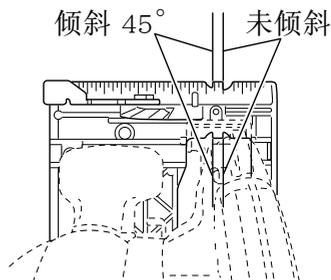
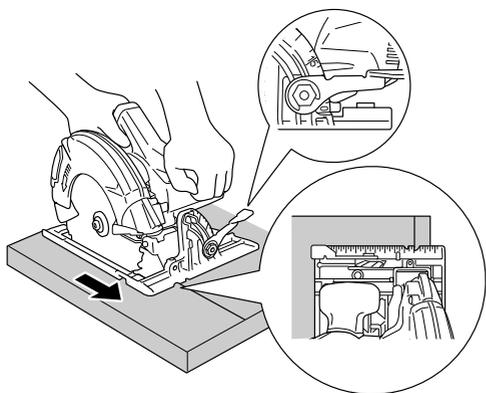
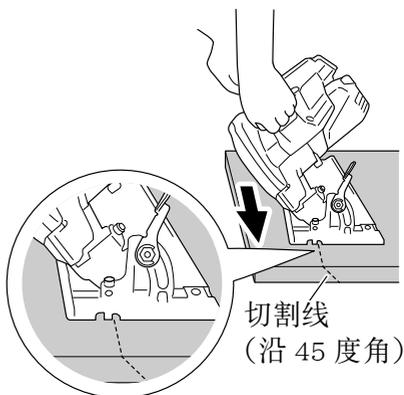

图 30 < 俯视图 >
图 31
图 32
(1) 将底座置于材料上，然后将记号线和锯片对准底座前面的凹槽（图 30）。
(2) 底座无倾斜角度时，使用凹槽右侧（图 30、图 31）。
如果底座有倾斜角度（45 度），使用凹槽左侧（图 30、图 32）。
- (4) 将电锯向前倾斜，并将凹槽（图 30）对准预先标记的基准线。
- (5) 松开控制杆。下护罩与工件表面接触时，将处于适当位置以便于在开始锯割时自由打开。
- (6) 使电锯处于适当位置，确保刀刃未接触工件表面，拉动扳机。
- (7) 电锯达到全速模式后，逐渐放下电锯后部，直至底座接触工作台表面。